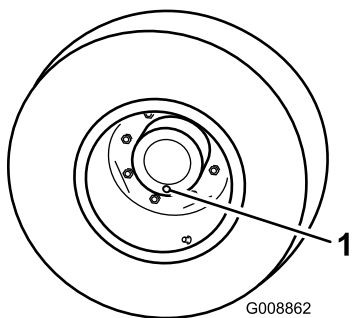

Рисунок 48
1. Поставив машину на ровную поверхность, расположите колесо так, чтобы одна контрольная пробка находилась в самом нижнем положении («6 часов») (Рисунок 48).